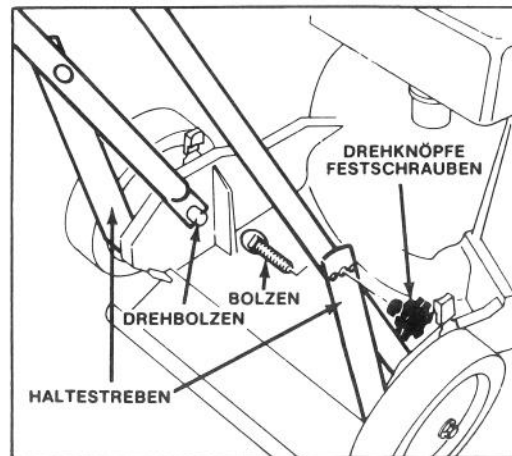

Abbildung 1
1. UNTERE SCHIEBESTANGEN (Abb. 1) — Enden der Schiebestangen zusammendrücken und auf die Drehbolzen stecken. Die Bolzen durch die Löcher in den Haltestreben stecken und die Drehknöpfe anbringen (Abb. 1). Gut festschrauben. Sicherstellen, daß das Kontrollkabel hinten und an der Innenseite des Griffs entlangläuft.